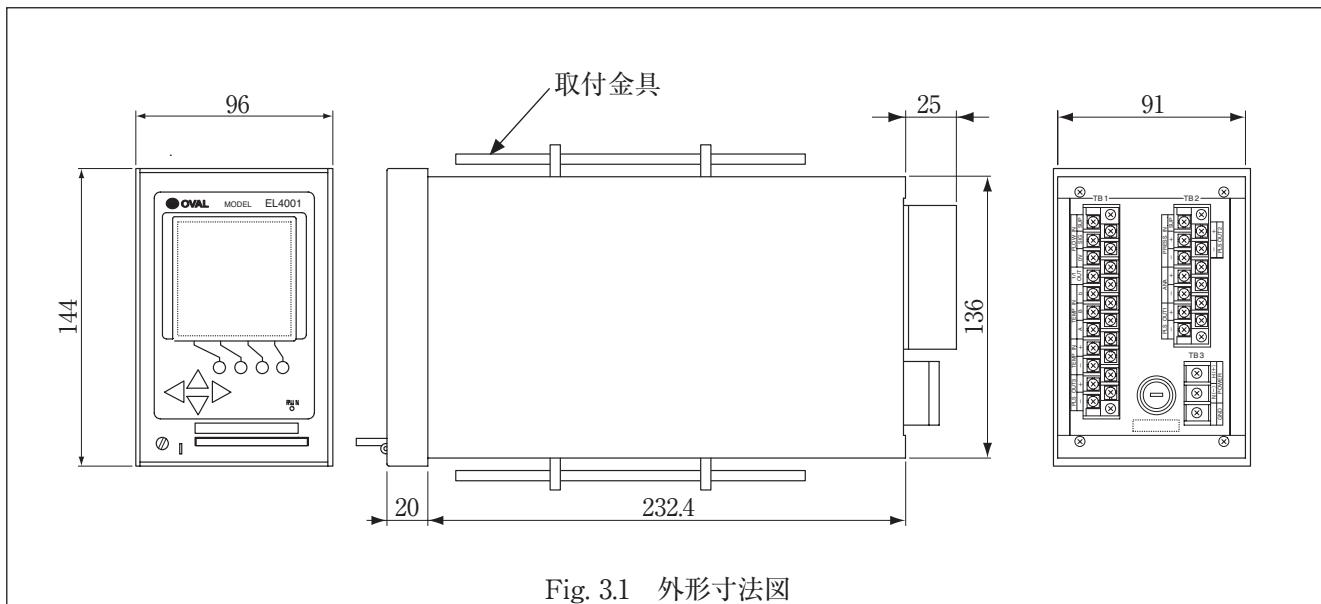

Fig. 3.1 外形寸法図
- (1) 流量演算器をパネル前面より差し込んでください。
- (2) 付属の外筐取付金具を外筐上下面の穴に掛け、前後左右の水平を確認した後、外筐取付け金具でパネルに固定してください。 (Fig.3.1)